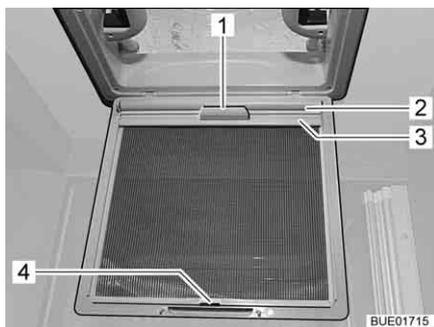

Fig. 95 Persiana oscurecedora enrollable (claraboya)
- Extraer la persiana oscurecedora enrollable (Fig. 95,2) por el tirador (Fig. 95,1) y enganchar el listón de sujeción (Fig. 95,3) en el gancho (Fig. 95,4) en la protección contra insectos.
- Desenganchar el listón de sujeción (Fig. 95,3) del gancho (Fig. 95,4) y regresar la persiana oscurecedora enrollable (Fig. 95,2) lentamente por el tirador (Fig. 95,1).